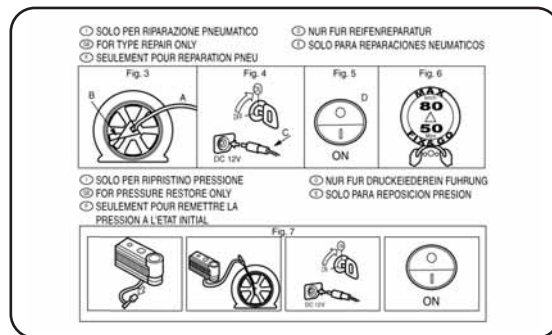

fig. 3
- dépliant d'information (voir la fig. 3), destiné à utiliser correctement le kit de réparation rapide et qui sera ensuite remis au personnel qui devra manipuler le pneumatique ainsi traité ;